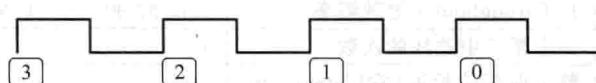

图 5.22 操作时序(1)
(1) 对分配进行控制:能对设计中操作符的个数设置更高的限制。该限制将强迫共享。如图 5.22 所示,将乘法器的个数限制为 1,将使得 HLS 共享乘法器资源。
如图 5.22 所示,该资源使用 1 个乘法器实现,但是消耗了 4 个周期。即使可以使用 4 个乘法器在 1 个周期内实现乘法运算,但是由于乘法器个数的限制,也无法实现。